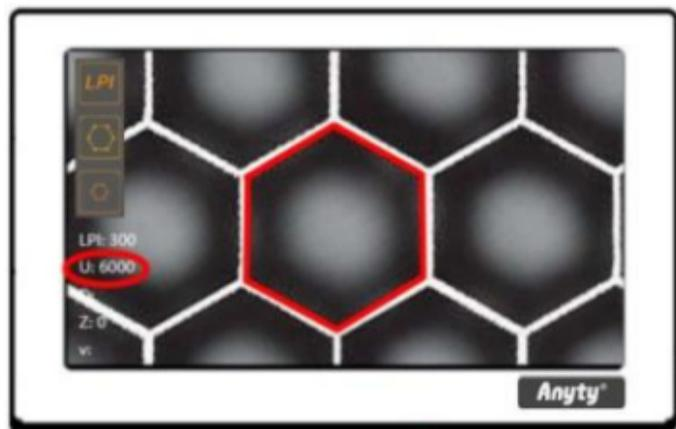

图 7
3) 选择左上角网穴开口面积图标后，二条竖线将消失，这时使用鼠标沿网穴开口形状点选，具体操作见面积测量功能介绍。点选完成后如图 7 示意，屏幕左下角 U:后将出现数据（如红圈内示意）。此时网纹辊网穴开口面积测量完成。